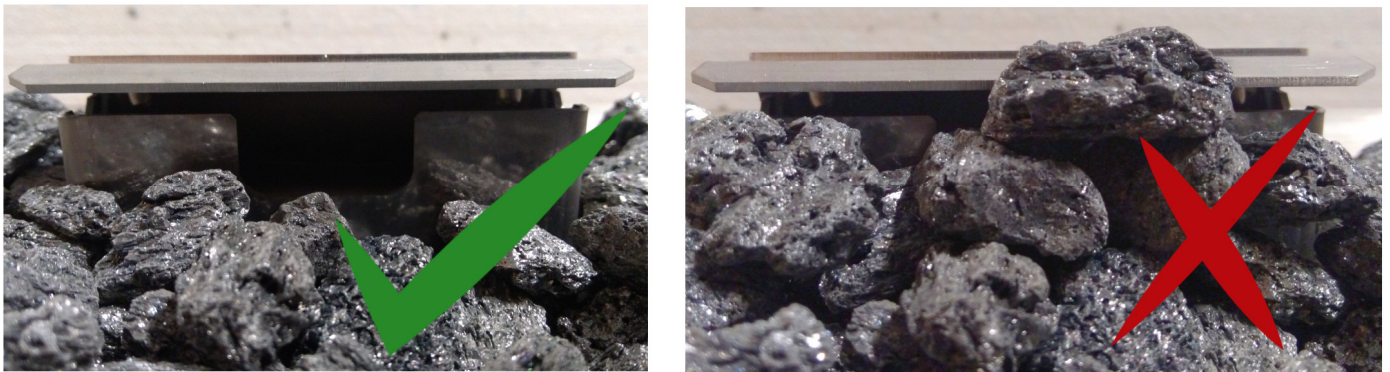

Bild 1
- **ACHTUNG!!!** Die Deko-Steine dürfen die Öffnung der Verkleidung für die Zündanlage nicht abdecken oder sich in der Öffnung befinden (siehe Bild 1).